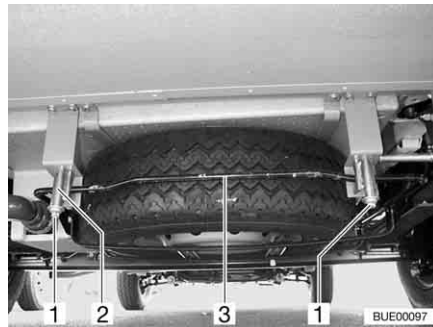

Fig. 257 Soporte para rueda de repuesto (cesto de alojamiento)
- Aflojar las tuercas (Fig. 257,1) de los ganchos izquierdo y derecho (Fig. 257,2) del soporte de la rueda de repuesto.
- Presionar estribo (Fig. 257,3) un poco hacia arriba. Al mismo tiempo tirar el gancho hacia abajo y desenganchar el estribo.